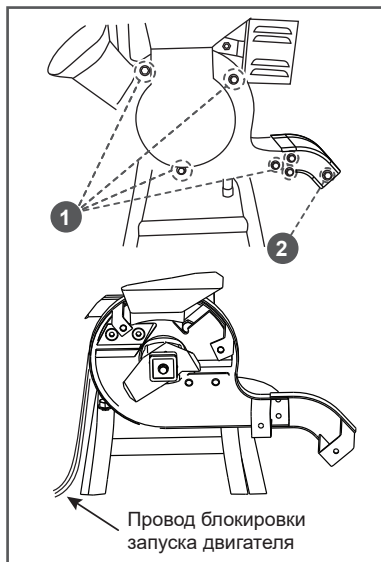

Рис. 19 Снятие крышки измельчителя
2. Открутите четыре винта 1 крышки измельчителя (Рис. 19).
3. Открутите винт 2 разгрузочной трубы (Рис.19).
4. Снимите крышку измельчителя. Обратите внимание на то, чтобы не повредить провода блокиратора запуска двигателя при снятии крышки (Рис. 19).